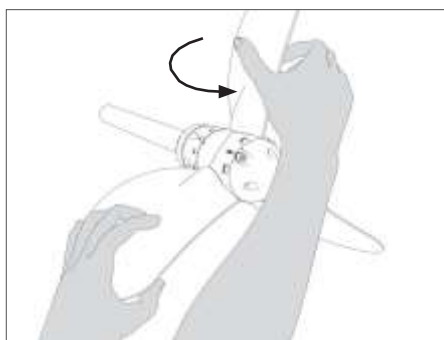

FIG. 22 Portare le pale in posizione di bandiera
- a) Portare le pale nella posizione di bandiera (Fig. 22 - 23).